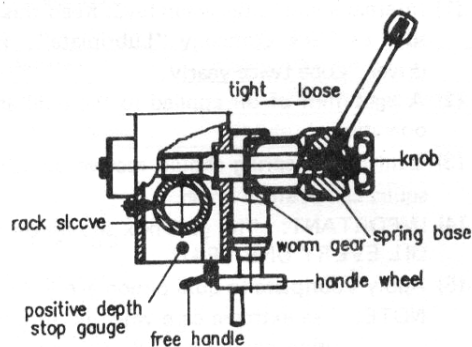

Fig. 2
4. Préparation de forage (voir fig.2) (Excepté système complémentaire d'alimentation électrique) Tournez la manette, desserrez le corps conique de la transmission et de la base du ressort. Ensuite nous fixons la profondeur de forage de la broche en installant l'arrêt positif de profondeur pour le forage partiel ou en libérant l'axe pour un forage complet.
5. Préparation de fraisage (voir fig.2) (excepté système complémentaire d'alimentation électrique)